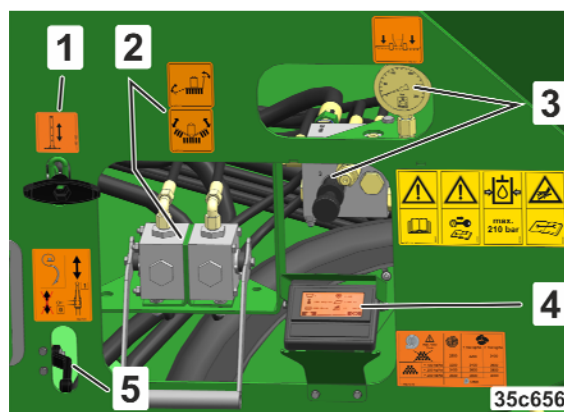

Fig. 40
- Cablu de întindere a reazemului de parcare (Fig. 40/1)
- Elemente de operare ale rabatării mașinii (Fig. 40/2)
- Elemente de operare a presiunii de reglare a brațelor în consolă (Fig. 40/3)
- În legătură cu ISOBUS, TwinTerminal (Fig. 40/4)
- Elemente de operare a rabatării afânătoarelor de urmă (Fig. 40/5)